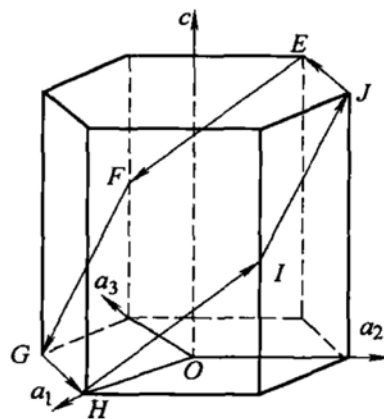

图 27-2 第二题第 2 小题图
2. 写出图 27-2 所示六方晶胞中 $EFGHIJE$ 面的密勒-布拉菲晶面指数, 以及 EF 、 FG 、 GH 、 HI 、 IJ 、 JE 各晶向的密勒-布拉菲晶向指数。